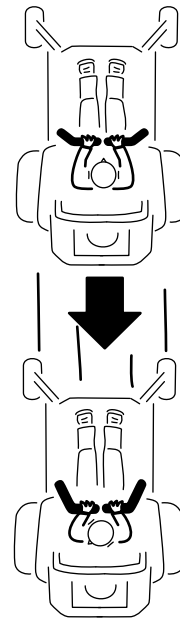

Figura 28
2. Per fare retromarcia tirate lentamente verso dietro le leve di controllo del movimento (Figura 28).